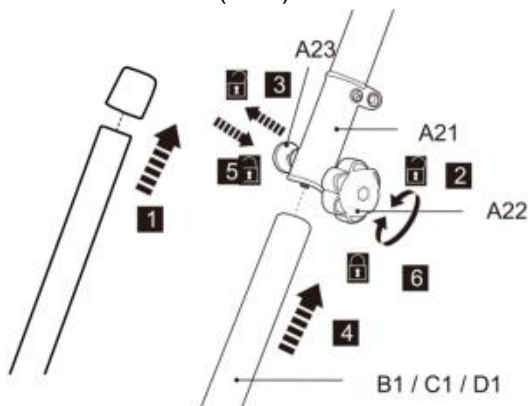

Fig. 3
12. Ta bort det förmonterade skyddslocket från den nedre stolpen (B1/C1/D1) (Fig.3, steg 1) .
13. Lossa låsknappen (A 22) , men ta inte bort e helt (Fig.3 , steg 2).
14. Rikta in och för in den nedre stolpen (B 1/C 1/D 1) i låshylsan (A 21) , samtidigt som du drar i fjädern bult (A 23) (Fig. 3 , steg 3 och 4) .
15. Vrid den nedre stången lätt för att passa in hålet med fjädern bult (A23) . Släpp fjädern bult efteråt för att säkra den nedre stången på plats. Säkerställ fjädern bulten snäpper i hålet (Fig.3 , steg 5) .
6. Dra åt låsvredet (A 22) för att säkra anslutningen (Fig.3, steg 6) .